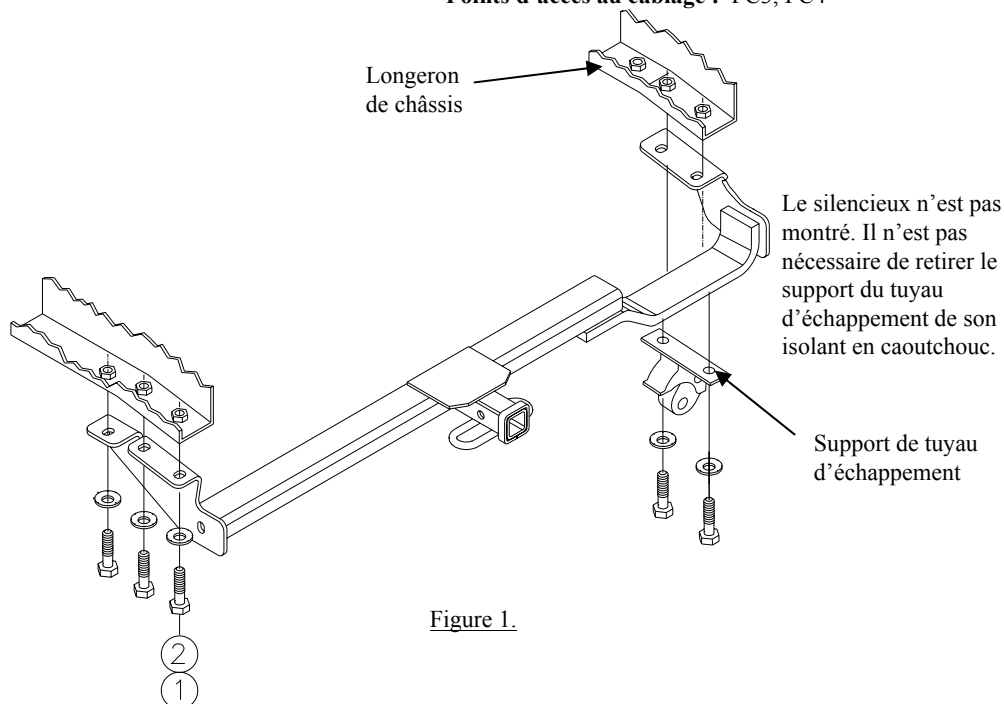

Figure 1.
3. Soulever l'attelage en position et installer cinq (5) boulons 10 mm et rondelles coniques dentées, comme illustré à la figure 1. Installer les boulons et rondelles coniques dentées à travers le support de tuyau d'échappement et le support d'attelage du côté passager du longeron de châssis, comme illustré à la figure 1.